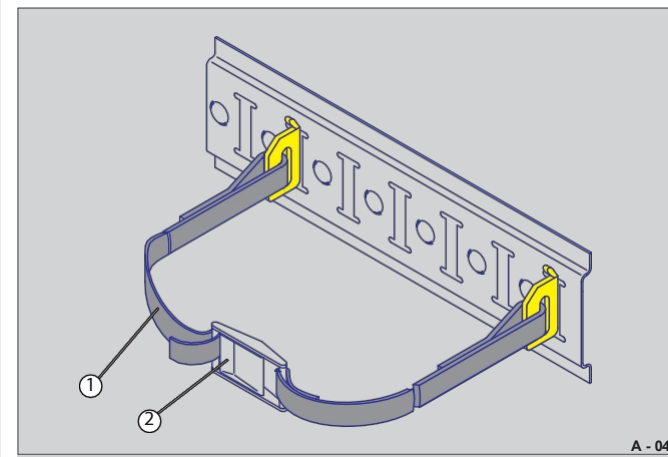

Fig. 45 Spændebånd anvendt i omsnøringsform
- Spænd spændestroppen (fig. 45/1) med spændeskralden (fig. 45/2) - hold øje med den maksimale spændekraft og omsnøringsafstanden.